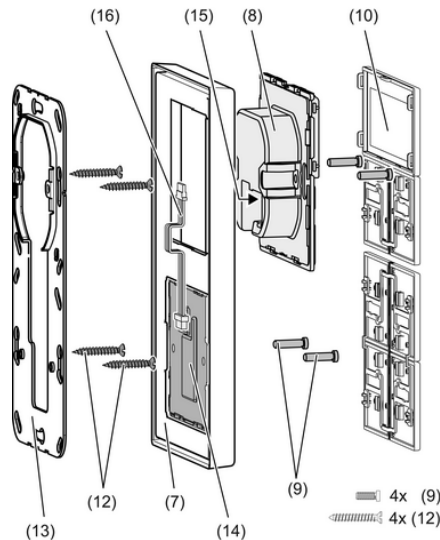

Bild 3: Montage mit Tastsensor-Erweiterungsmodul
Bei Verwendung des Tastsensor-Erweiterungsmoduls (Bild 3): Bevorzugte Montage senkrecht. Großen Tragring (13) verwenden. Bei Montage auf nur einer UP-Dose die unteren Schrauben in der Wand versenken, z. B. mit Bohrung $\varnothing 6 \times 10$ mm. Tragring als Schablone verwenden.
- Tragring (6) bzw. (13) lagerichtig auf eine Gerätedose montieren. Kennzeichnung **TOP** = oben beachten; Kennzeichnung **A** oder **B** vorne. Ausschließlich die beiliegenden Dosenschrauben (12) verwenden.
- Rahmen (7) auf Tragring stecken.
- Tastsensor-Erweiterungsmodul: Anschlussleitung (16) lagerichtig in Steckplatz (15) im Gerät einsetzen. Anschlussleitung nicht quetschen (Bild 3).
- Gerät (8) mit KNX-Anschlussklemme (11) an den KNX anschließen und auf den Tragring stecken.
- Gerät (8) und Tastsensor-Erweiterungsmodul (12) mit beiliegenden Kunststoffschrauben (9) am Tragring befestigen. Die Kunststoffschrauben nur leicht anziehen.
- Vor Montage der Tasten (10) die physikalische Adresse in das Gerät laden .